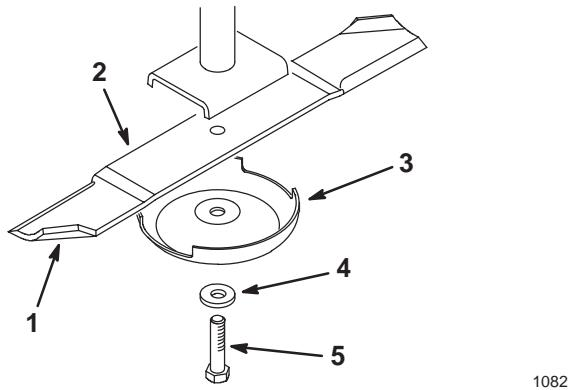
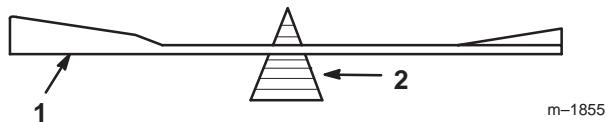

Figure 17
Figure 19
Tenez la lame à son extrémité avec un chiffon ou un gant épais. Sur l'axe de la lame, retirez le boulon, la rondelle de blocage, la coupelle de protection et la lame (Fig. 17).
2. Vérifiez l'équilibre de la lame en la plaçant sur un équilibrEUR (Fig. 19). Si la lame reste horizontale, elle est équilibrée et peut être utilisée. Si la lame est déséquilibrée, limez un peu l'extrémité de la partie incurvée seulement (Fig. 17). Vérifiez de nouveau et répétez la procédure jusqu'à ce que la lame soit équilibrée.
1. Montez la lame et la coupelle de protection sur l'axe (Fig. 17).
2. Installez la rondelle de blocage et le boulon de fixation (Fig. 17). Serrez le boulon à 115–149 Nm.